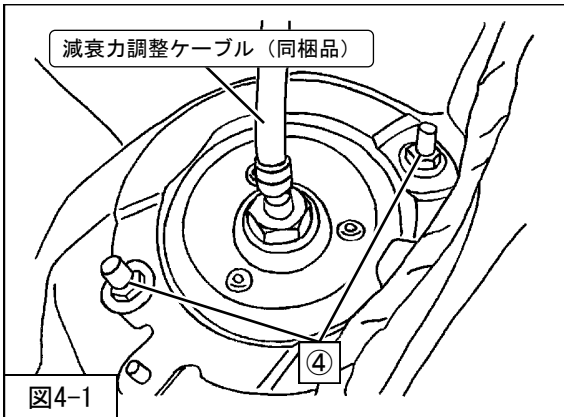

図4-1
を車両に取付けてください。（図4-1）
2. P11「減衰力調整方法」を参考に、減衰力調整ケーブル（同梱品）をリアサスペンションASSYに取付けてください。（図4-1）